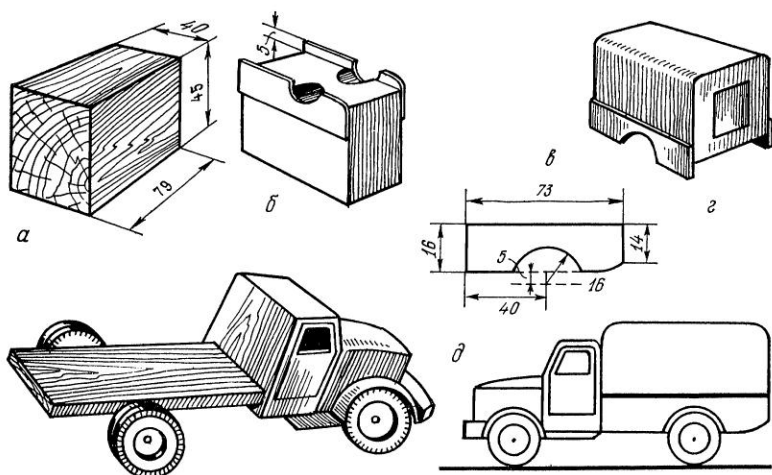

Рис. 49. Автомобиль-фургон (модель)
**Автомобиль-фургон.** Таким же способом, на базе созданной модели (только без кузова и основания кузова), можно построить модель автомобиля-фургона. Крытый кузов-фургон изготавливают из деревянного бруска (рис. 49, *а*) и двух фанерных (3—4 мм) накладок, которые приклеивают к бруску (рис. 49, *б*). В бруске острым ножом делают вырезы для задних колес (рис. 49, *в*). Кромки бруска (кузова) закругляют напильником или наждачной бумагой (рис. 49, *г*). К кузову приклеивают фанерные или картонные двери. Готовый кузов крепят клеем к раме (рис. 49, *д*) и окрашивают.